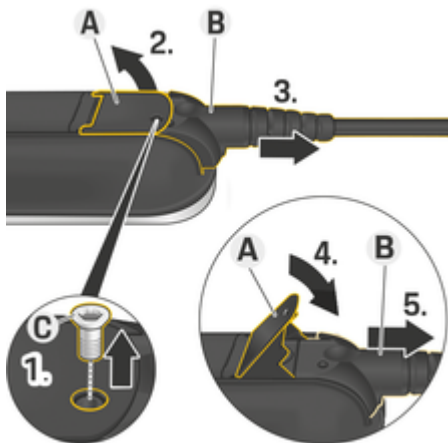

Fig. 8: Løse kabelen
- 1. Løs skruen **C** (Fig. 8) med et egnet verktøy.
- 2. Løft spaken **A** (Fig. 8).
- 3. Trekk ut pluggen **B** (Fig. 8) til du kjenner motstand.